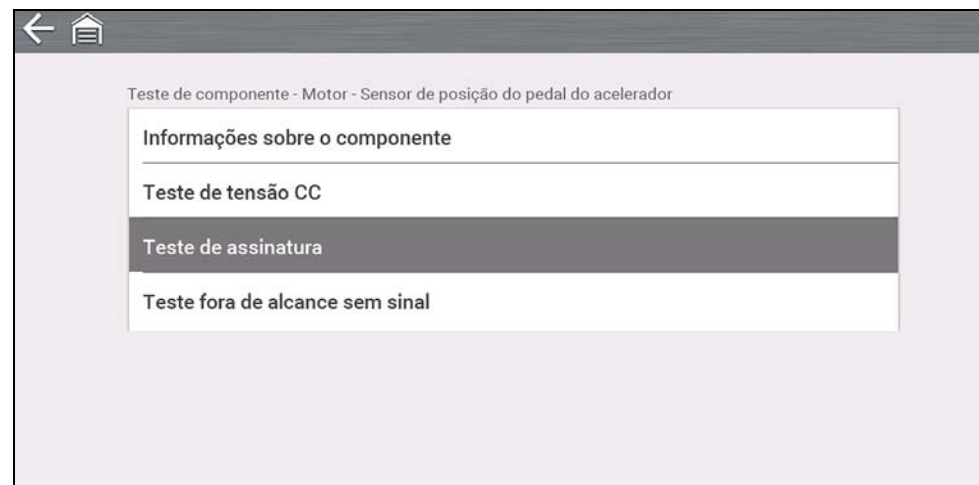

Figura 8-7
2. Selecione um **Teste** do menu Teste de componentes (Figura 8-7).